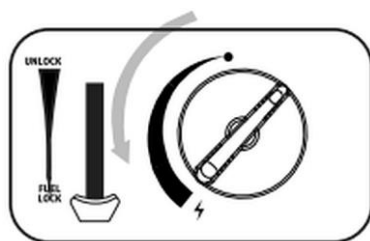

Abb. 9
1. Drehen Sie anschließend den Einstellregler (17) ganz nach links auf die Zündposition (18) und halten Sie ihn für ein paar Sekunden auf dieser Position, bis das Klicken der Zündung erfolgt. (Abb. 9)